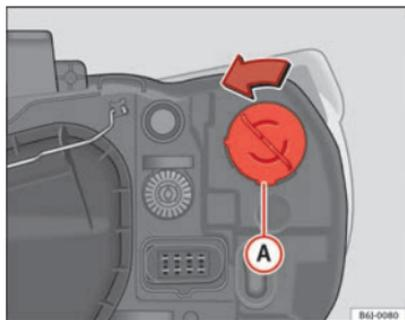

Fig. 158 Luz indicadora de mudança de direção farol simples
- Rode o porta-lâmpadas ⇒ Fig. 158 (A) para a esquerda e puxe.